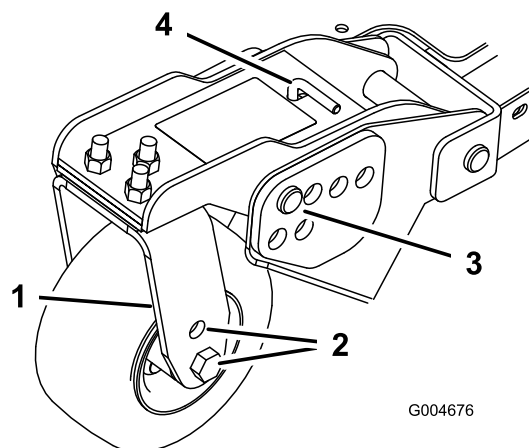

Figura 25
1. Coloque os eixos da roda giratória nos mesmos orifícios em todas as forquilhas da roda giratória (**Figura 23** e **Figura 25**).
- Retire o perno de gancho e os pinos de segurança dos braços articulados da roda giratória (Figura 25).
- Rode a barra tensora para levantar ou descer o braço articulado, até os orifícios se encontrarem alinhados com os orifícios da altura de corte desejados, na estrutura da plataforma do cortador (Figura 25 e Figura 26).